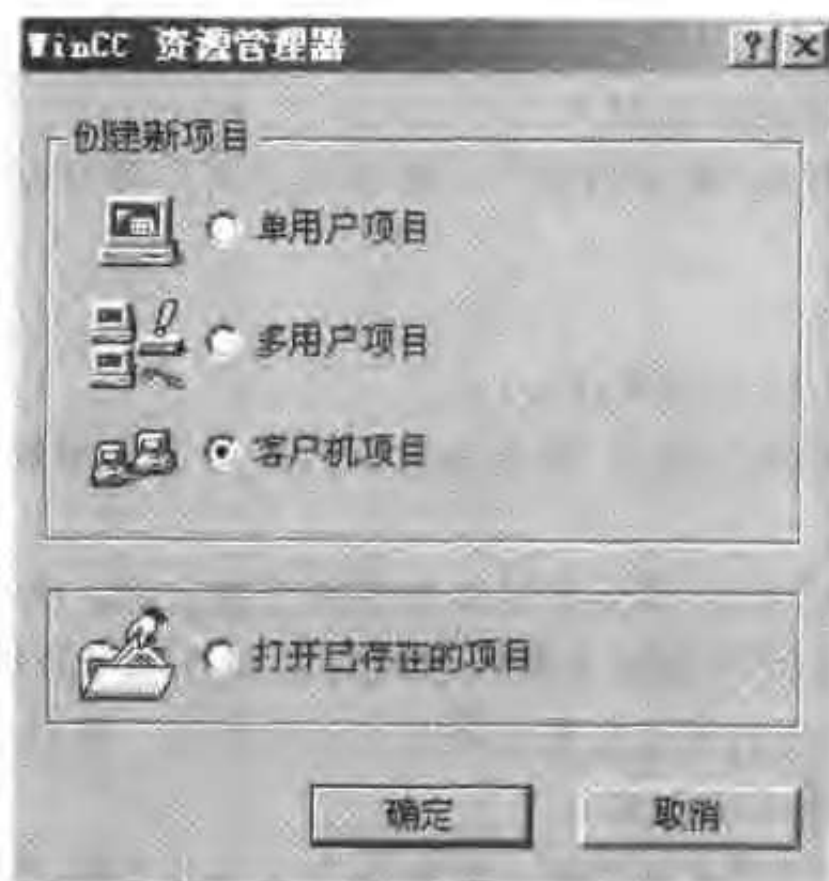

图 12-9 项目类型指定
- 在 WinCC 资源管理器中打开客户机，并选择菜单项“文件”>“新建”。“WinCC 资源管理器”对话框打开，如图 12-9 所示。